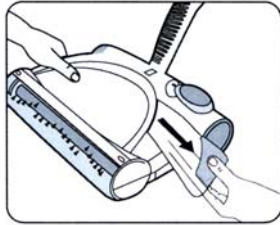

Fig. 5
1. À partir du côté, tirer la coupelle tout droit hors de l'appareil (Fig. 5)